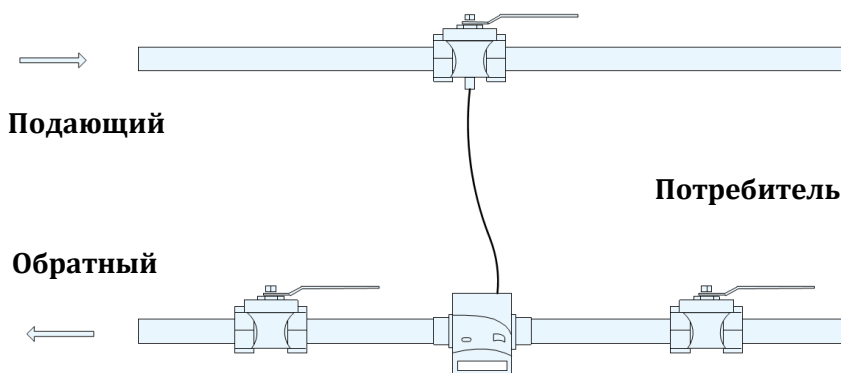

Рисунок 9 - Установка теплосчетчика и температурных датчиков для Zelsius® C5-IUF на обратный трубопровод
Перед установкой счетчика необходимо тщательно очистить систему продувкой (промывкой). Необходимо установить преобразователь расхода между двумя запорными клапанами таким образом, чтобы стрелка на его корпусе совпала с направлением потока рисунок 9.
- Аккуратно открыть запорные краны (рисунок 9) и проверить на утечку в местах соединения узлов. При выявлении утечек, произвести повторную сборку этих узлов.